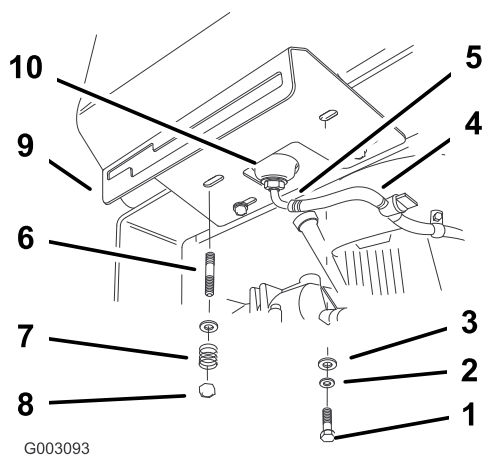

Figure 6
- Fixez le côté droit de la plaque du levier de vitesses et du réservoir de carburant au bâti arrière avec 2 boulons (5/16 x 7/8), rondelles-freins (5/16 inch) et rondelles (5/16 inch) (Figure 6).
- Fixez le côté gauche de la plaque du levier de vitesses et du réservoir de carburant au bâti arrière avec 2 rondelles-freins (5/16 inch), ressorts et contre-écrous (5/16 inch) (Figure 6).